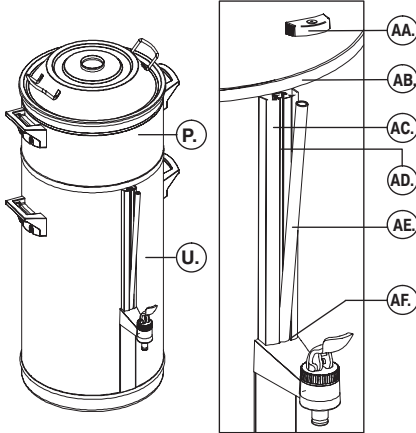

Fig. 8 Reinigen van het peilglas
- Reinig het peilglas (fig. 8):